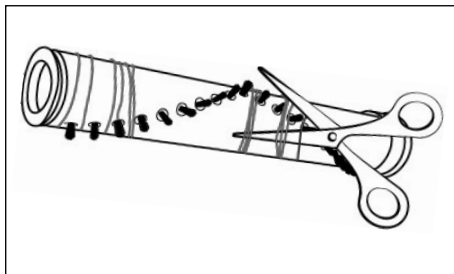

Abb. 27
- 3) Schneiden Sie Fäden und Haare entlang der Borsten der Bürstenrolle 20 mit einer Schere durch (siehe Abb. 27). Entfernen Sie Fäden und Haare von der Bürstenrolle 20.